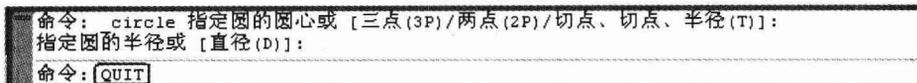

图 1-2 在命令行中输入“QUIT”命令
(1) 单击“应用程序”按钮, 打开应用程序菜单, 单击其中的“退出 AutoCAD”按钮。
(2) 在 AutoCAD 2012 窗口右上角位置处单击标题栏中的“关闭”按钮.
(3) 在命令窗口的当前命令行中输入“QUIT”或“EXIT”命令, 如图 1-2 所示。